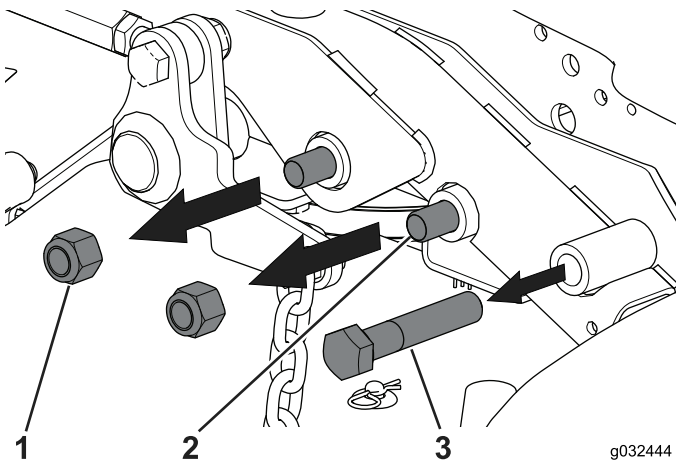
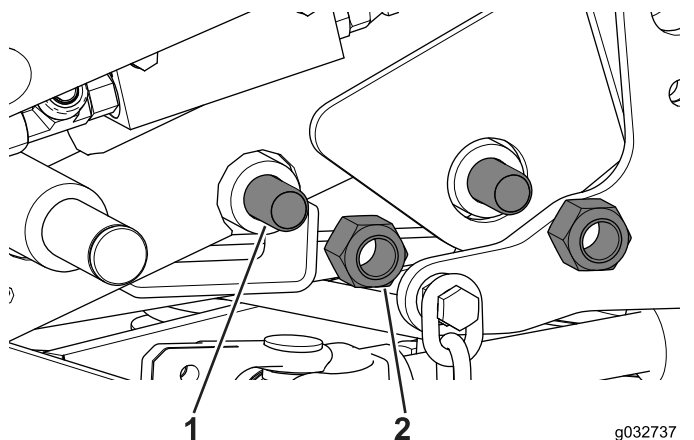

図 57
図 58
7. 夏用フレームを機体フレームに固定しているロックナットとボルトを外す 図 57と図 58。